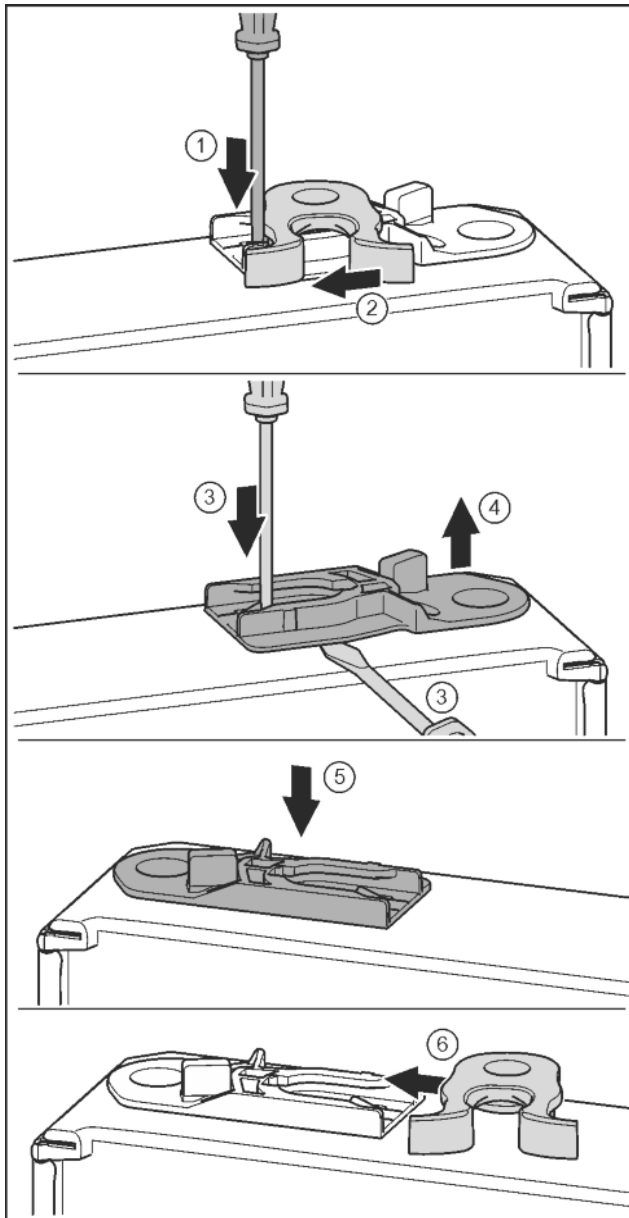

Fig. 20
- ▶ С плоска отвертка натиснете езичето надолу. Fig. 20 (1)
- ▶ Извадете затварящата кука от водача. Fig. 20 (2)
- ▶ Изваждане на направляващата втулка: С плоска отвертка натиснете езичето и едновременно с това вкарайте плоска отвертка под направляващата втулка. Fig. 20 (3, 4)
- ▶ Вкарайте приложената към доставката направляваща втулка от другата страна на корпуса. Fig. 20 (5)
- ▶ Вкарайте затварящата кука във водача. Fig. 20 (6)